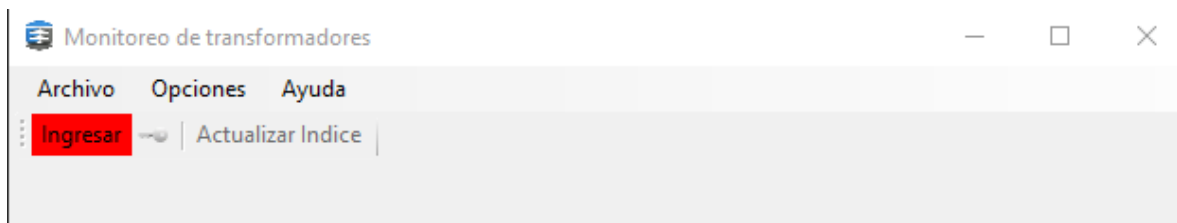

Figura 21 Pantalla inicial del software Montrafo
El sistema a través de su página de monitoreo, pueda presentar como máximo 5 indicadores de nivel de líquido de tipo analógicos a aguja (visibilidad configurable, ver página 49 - Habilitaciones de ítems de monitoreo). Estos mostrarán los niveles de aceite en tanque y aceite del/los RBC definidos y el nivel de aceite de cuba compensado por temperatura medido por instrumento de protección (IP) y calculado por monitoreo de Boherdi (EM). Los gráficos de nivel de aceite de cuba, de RBC y de nivel de aceite de cuba compensado IP, están asociados a un grupo sensor/transductor externo que provee una salida de corriente de 4-20mA, la cual es inyectada al equipo de monitoreo; el nivel compensado calculado por monitoreo de Boherdi EM, depende de la medida del nivel y temperatura del aceite de cuba. En la figura 21 Indicación de Niveles pueden verse los distintos relojes implementados.